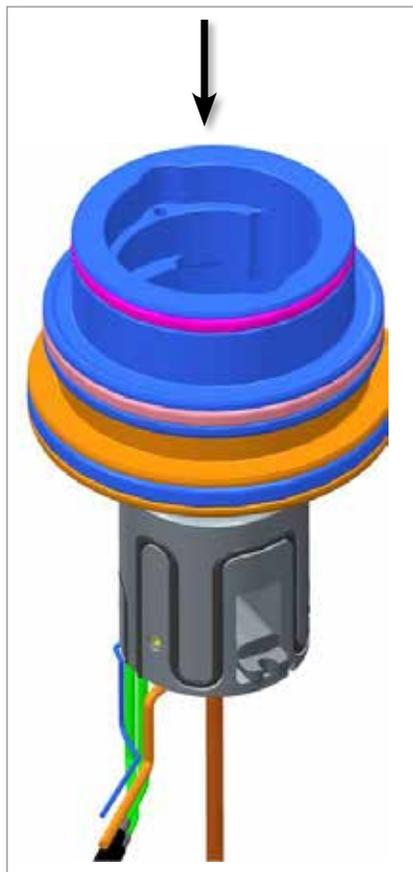
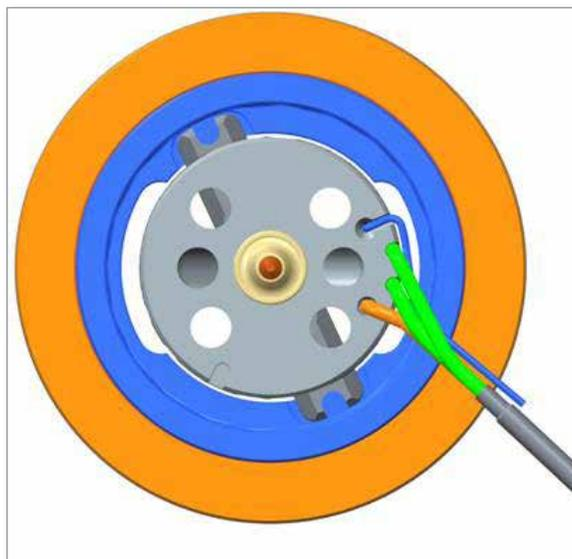

Figura 11-12 Installazione del gruppo pistone nel corpo riscaldato
Figura 11-13 Vista dall'alto del gruppo pistone inserito
10. Tenere il corpo riscaldato con il perno della valvola rivolto verso il basso verso l'ugello. Posizionare il gruppo pistone in modo che la scanalatura del supporto del perno della valvola sia anch'essa rivolta verso il basso verso l'ugello. Fare scorrere il gruppo pistone sul corpo riscaldato e inserire il supporto del perno della valvola nella scanalatura della parte superiore del pistone. Vedere la Figura 11-12 e la Figura 11-13.